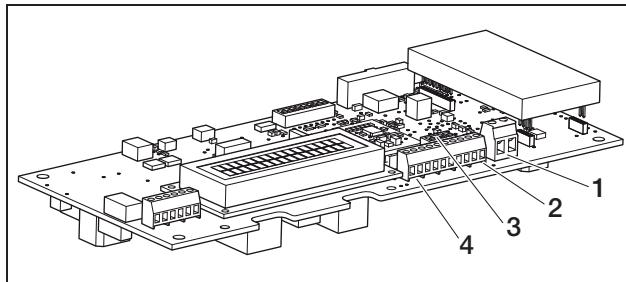

Abbildung 55: Anschlüsse Kommunikationsboard I
- Schließen Sie die Leitungen an der entsprechenden Klemme (Abbildung 55, Position 1) an.
- Schließen Sie die Leitungen entsprechend der Anschlussbelegung (Tabelle 8) an der Klemme (4 in Abbildung 55) an.